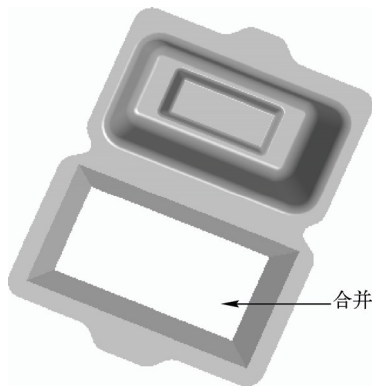

图 16-35 合并曲面特征二
STEP 17 使用“合并”命令，合并曲面特征，效果如图 16-35 所示。